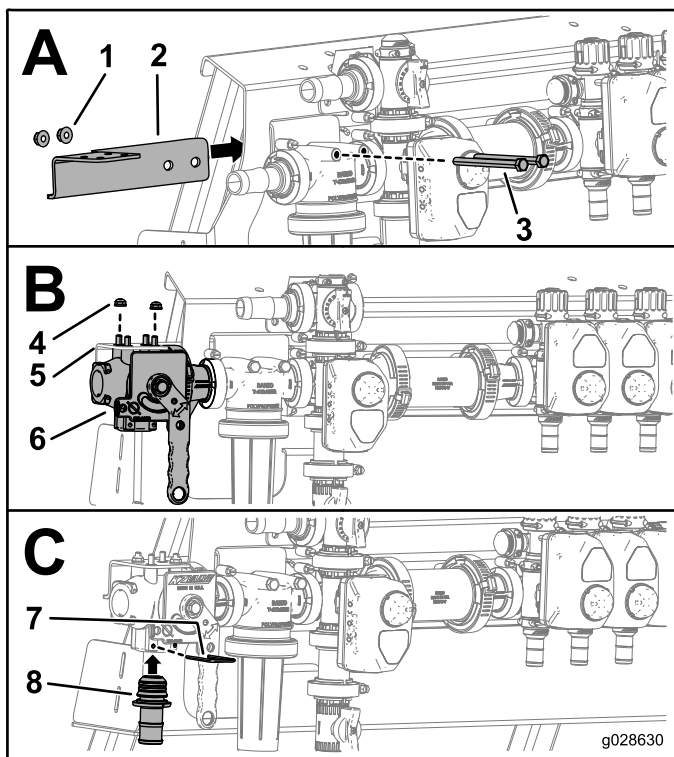

Bild 4
3. Befestigen Sie die Halterung des Ejektorventils mit den Schrauben und Muttern, mit denen der Druckfilter zurzeit an der Halterung des Auslegerventils befestigt ist, am Auslegerventil, siehe Bereich A in Bild 4.
4. Befestigen Sie das Ejektorventil, wie in Bereich B in Bild 4 abgebildet.
5. Setzen Sie das Anschlussstück (1") in das Ejektorventil ein und befestigen es mit einem neuen Befestigungsstift, siehe Bereich C in Bild 4.